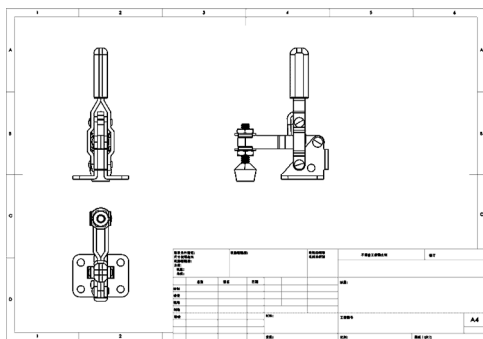

图 7-17 创建模型视图和投影视图
STEP 2 在系统自动打开的“视图效果”属性管理器中单击“浏览”按钮，在弹出的对话框中选择本书提供的素材文件“垂直式夹钳装配.sldasm”，然后在图纸区域内连续单击创建 3 个视图，如图 7-17 所示（请将第一个视图调整为“右视图”）。